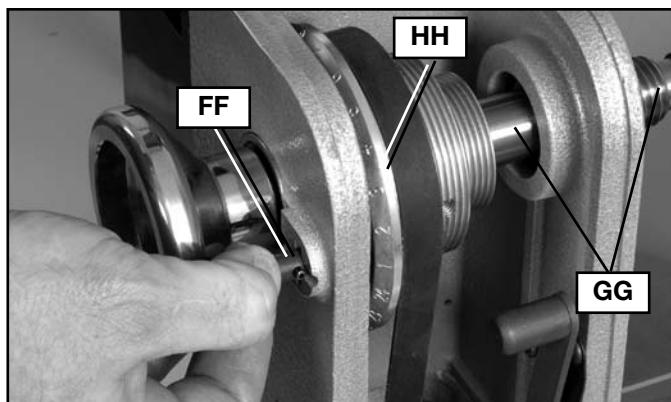

Fig. 21
El torno incluye una clavija indicadora (FF) Fig. 21. La clavija permite trabar el eje (GG) en 24 posiciones (tal como está marcado en la rueda indicadora (HH)) para usarlo en diferentes aplicaciones. Para usarla:
1. Gire la rueda indicadora (HH) de modo que el eje (GG) esté en la posición deseada.
2. Retire un poco la clavija indicadora (FF) de la ranura de retención.
4. Libere la clavija indicadora (FF) de modo que se encaje en la rueda indicadora numerada (HH) Fig. 21 y trabe el eje (GG) en su lugar.
**AVISO:** No utilice la clavija indicadora (FF) para trabar el eje cuando quite la placa frontal, ya que esto puede dañar la clavija. Para quitar la placa frontal, siga las instrucciones en la sección **EXTRACCIÓN DE LA PLACA FRONTAL**.